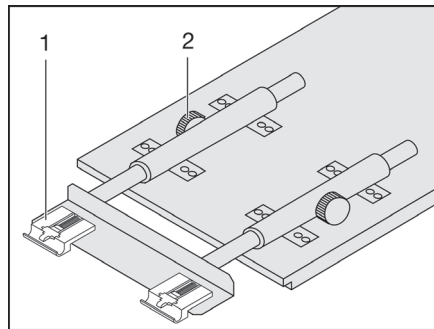

Bild 88 Förstora hängbordet
- Lossa de räfflade skruvarna (Bild 88,2).
- Lyft upp bordsskivan något framtill och dra ut till stoppläget. Bordsförlängningen (Bild 88,1) är helt utdragen.
- Lyft upp bordsskivan något framtill och dra till stoppläget. Bordsförlängningen (Bild 88,1) är helt indragen.